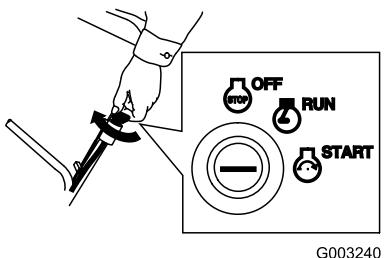

Figure 25
- Tournez la clé de contact à la position de marche (RUN) et tirez la poignée du lanceur à la position de fonctionnement (Figure 25).